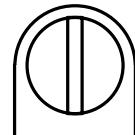

Fig. 3
*Der Steg der Hahnkupplung muss genau parallel zu den Seitenkanten des Dosimaten liegen (siehe Fig. 3).*